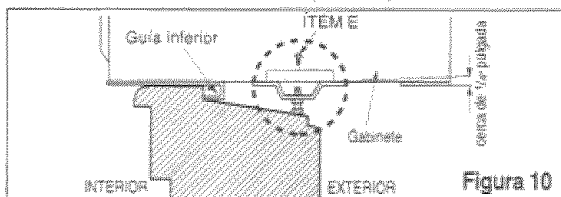

Figura 10
- 8** Seleccione la posición en la que colocará el soporte de antepecho cerca del punto más externo en el antepecho (Figura 10). Fije el soporte de antepecho al orificio del carril del gabinete en relación con la posición seleccionada usando el tornillo (ÍTEM E).